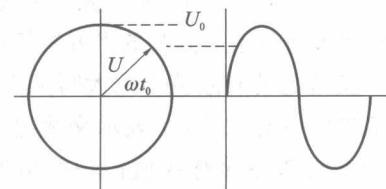

图 1-12 相位图
(13) 相位(Phase)与相位差(Phase Difference)、相序(Phase Sequence)
a. 相位: 相位是反映交流电在任何时刻的状态的物理量(图 1-12)。交流电的大小和方向是随时间变化的, 比如正弦波交流电流, 它的公式是 $i = I_m \sin 2\pi f t$ 。 i 是交流电流的瞬时值, I_m 是交流电流的最大值, f 是交流电的频率, t 是时间。随着时间的推移, 交流电流可以从零变到最大值, 从最大值变到零, 又从零变到负的最大值, 从负的最大值变到零。在三角函数中, $2\pi f t$ 相当于角度, 它反映了交流电在任何时刻所处的状态, 是在增大还是在减小, 是正的还是负的等, 因此把 $2\pi f t$ 叫作相位, 或者叫作相。